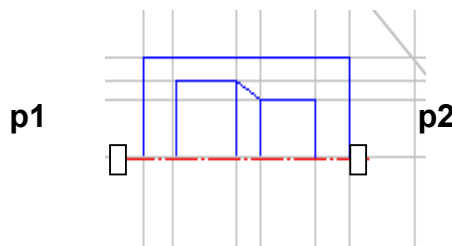

Рис. 1.22. Построение симметричного изображения
5) указать последовательно первую точку **p1**, а затем вторую **p2** принадлежащих оси симметрии (рис. 1.22). Для завершения построений нажмите кнопку  в **Панели свойств**.